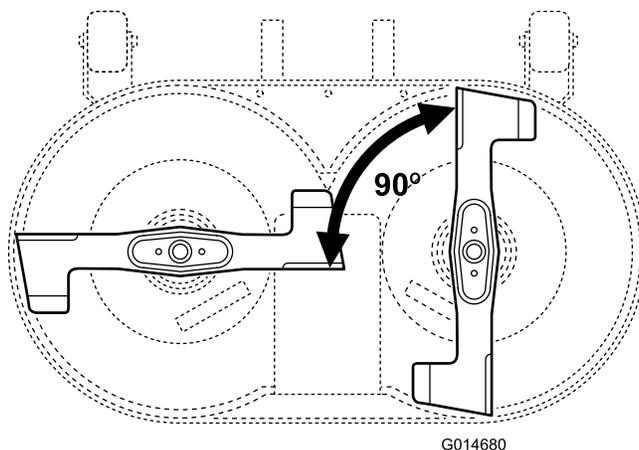

Figure 44
- Placez les lames à 90° l'une de l'autre (Figure 44).